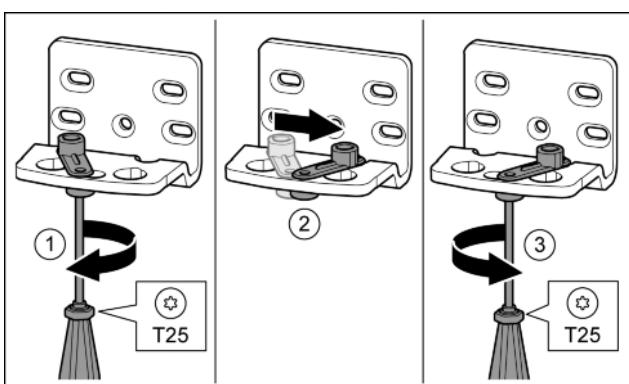

Fig. 17
- ▶ Odvijačem T25 labavo zavijte vijak. Fig. 17 (1)
- ▶ Podignite pomagalo za zatvaranje vrata i okrenite ga za 90° udesno u pravt. Fig. 17 (2)
- ▶ Odvijačem T25 čvrsto pritegnite vijak. Fig. 17 (3)